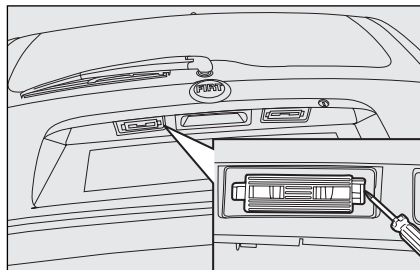

fig. 35
- agir sur le ressort de retenue à l'aide d'un tournevis, comme indiqué dans la **fig. 35**;